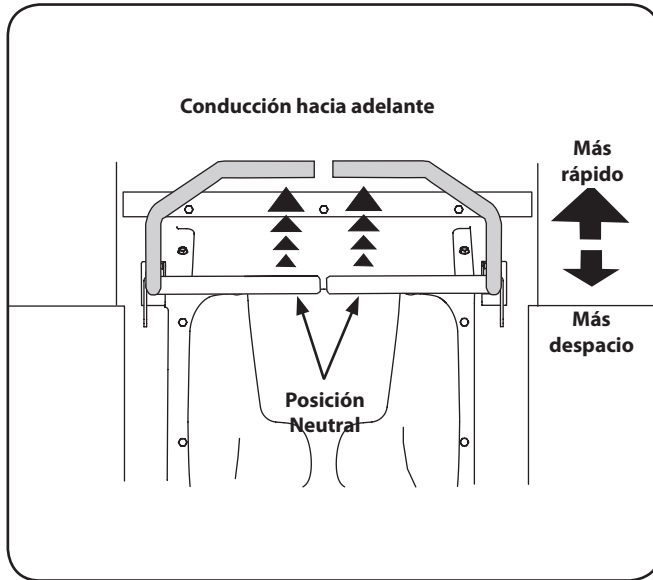

Figura 5-2
1. Mueva las palancas de control lenta y suavemente hacia adelante. El tractor comenzará a desplazarse hacia adelante. Vea la Figura 5-2.